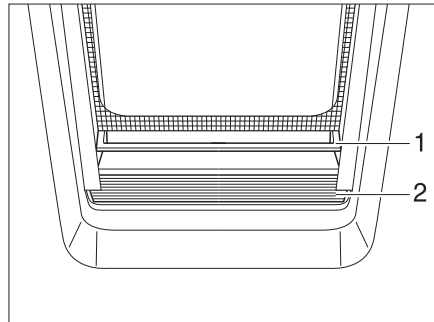

Bild 27 Faltverdarklung
- Die Faltverdarklung (Bild 27,2) in der Mitte der Griffleiste (Bild 27,1) fassen, von unten nach oben ziehen und auf der gewünschten Höhe loslassen. Die Faltverdarklung bleibt in dieser Höhe stehen.